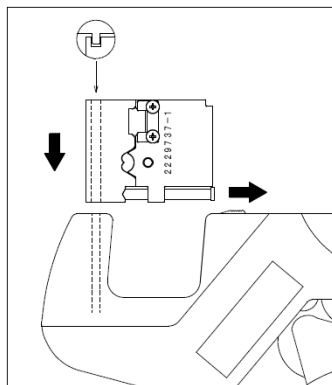

Fig.6
- 12-2) ダイス固定ノブをハンドル側へ押し込んだまま、ダイスの溝とダイス挿入部の凸部を合わせ、差し込みます。(Fig.6)
- 12-2) During move Dies Locking Knob to the handle side, The slot of Dies and the convex of Dies Insertion area are set and inserted.(Fig.6)